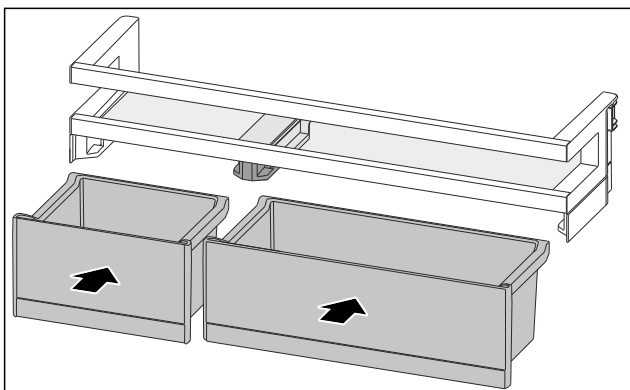

Fig. 106
- ▶ VarioBoxen in getauschter Anordnung einsetzen. (siehe Fig. 106)